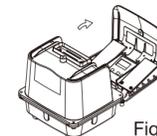

Figura 2
- ③ Rimuovere il coperchio del filtro come mostrato nella Figura 2.